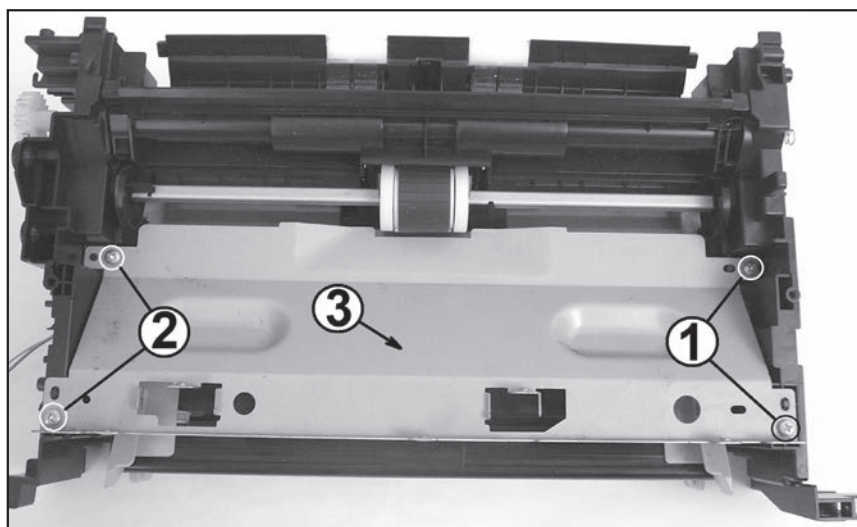

Рис. 38
1. Располагают узел лотком подачи бумаги к себе, откручивают четыре самореза (1 и 2 на рис. 38) крепления нижней пластины (3) к основанию узла, перемещают пластину вверх и снимают ее.